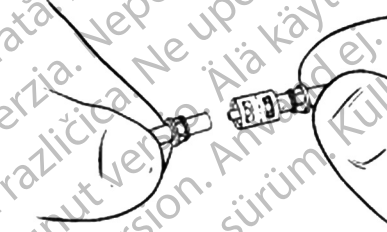

Figura 4-33. Inserte el tubo en el conector
4. Inserte el extremo del tubo en el conector. (Figura 4-33)
5. Inserte el otro extremo del tubo en el conector. (Figura 4-33)